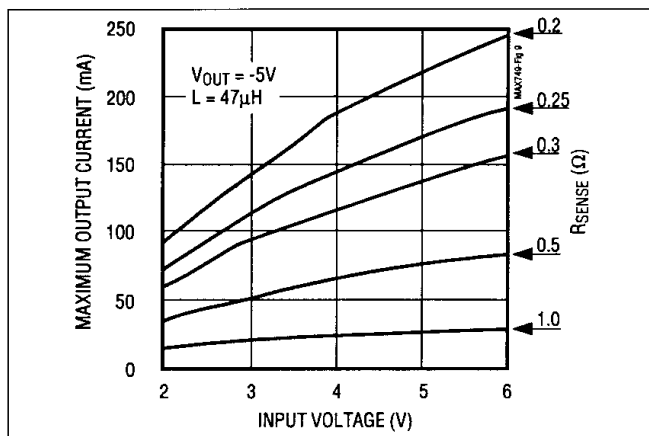
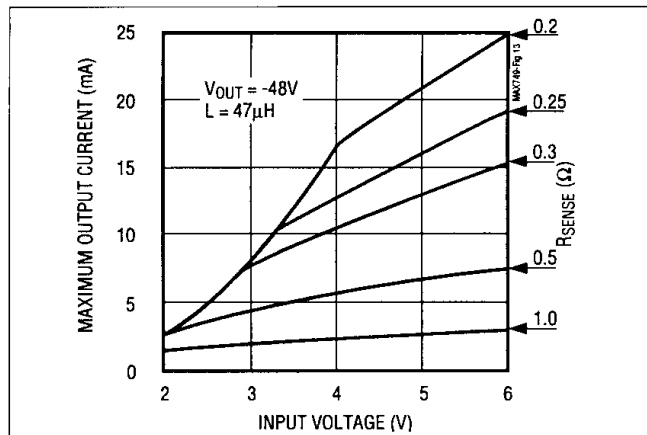

図9a. 最大出力電流vs. 入力電圧、 $V_{\text{OUT}} = -5\text{V}$
図9e. 最大出力電流vs. 入力電圧、 $V_{\text{OUT}} = -48\text{V}$
効率を上げ、外付け部品のサイズ及びコストを減らすために、ピーク電流を最小限に抑えて下さい。しかし、出力電流はピーク電流の関数のため(図9a~図9e)、低く制限しすぎないようにして下さい。
2. 適当な出力電圧を図9a~9eから選んで下さい(調整したい出力電圧か、あるいはそれが無い場合は調整したい出力より負でそれに最も近い電圧)。そしてそのグラフの中で、最小の入力電圧における適当な出力電流の中で一番高い抵抗(最小電流制限)を見つけて下さい。
図9a~9eに示されているグラフは、電流制限コンパレータのスレッショルドの最小値(最悪条件)を用いています。選択された電流検出抵抗を使用すると、最大ピーク電流制限値は $180\text{mV}/R_{\text{SENSE}}$ で与えられます。トランジスタやコイル、ダイオードを選ぶ場合は、最大電流制限値を使用して下さい。